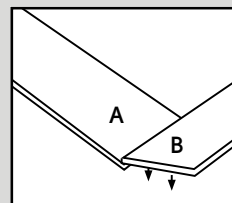

Fig. 4a
4. Prenez une lame « A » et une lame « B » et posez-les comme illustré ci-dessous. Inclinez le bord d'attaque de la lame B, emboîter le joint et posez à plat (Figure 4a et 4b).